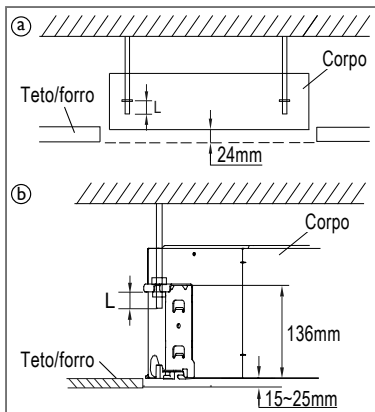

FIG. 14
- h) Ajuste a posição da unidade para garantir um espaçamento por igual entre e os lados e o teto/forro. A parte inferior da unidade deve ter uma diferença de altura de 24mm ("a" na Fig. 14 - modelos 40KVQD18) ou entre 15mm e 25mm ("b" na Fig. 14 - modelos 40KVQD24 e 40KVQD28) em relação ao teto.